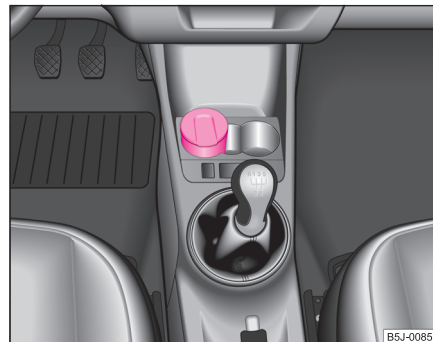

Fig. 76 Consola centrală:
- Scoateți scumiera ⇒ pagina 88, fig. 76 în sus. Nu țineți scumiera de capac - pericol de rupere.